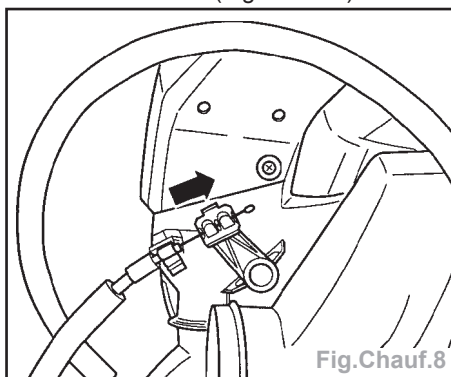

Fig.Chauf.8
- Fixer le câble sur le volet de dégivrage tout en appuyant sur le levier dans le sens de la flèche (Fig.Chauf.8).